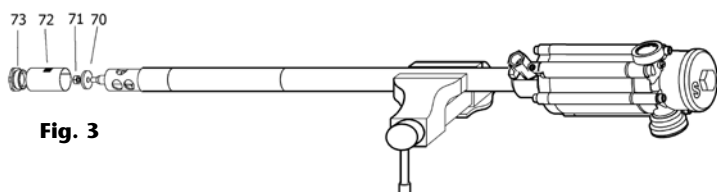

Fig. 3
2. Desenrosque la fijación filtro (73) del tubo cebador (69), quite el filtro (72), desenrosque la tuerca (71) y quite el cebador (70) (fig. 3).